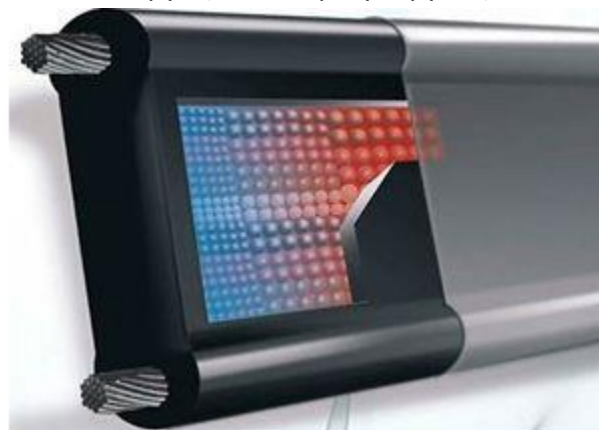

Рис. 3. Изображение саморегулирующей матрицы.
- 6.2. Эффект саморегулирования заключается в изменении мощности потребления в зависимости от температуры собственного нагрева. При прохождении тока через полупроводник (рисунок 3) происходит нагрев. При повышении температуры соединения электрических контуров в полупроводнике начинают сокращаться, тем самым уменьшая мощность греющего кабеля. При низкой температуры окружающей среды полупроводники начинают увеличивать соединения электрических контуров тем самым повышая мощность потребления. Таким образом, сопротивление материала является регулирующим мощность.